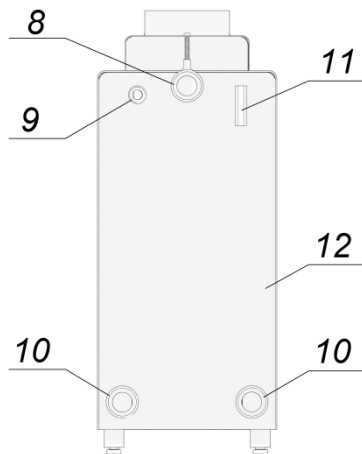

Рис. 2. Вид котлов сзади.
5.8. На задней стенке котла (рис.2) расположены резьбовые патрубки для подключения котла к системе отопления: патрубок поз.8 – для подключения подающей магистрали и патрубки поз.10 – для подключения обратного трубопровода системы отопления.
5.11. Контроль работы ТЭНБ осуществляется с помощью пульта управления электронагревателями (ПУЭ). Скоба под температурный датчик ПУЭ (поз. 11, рис.2) находится на задней стенке котла.